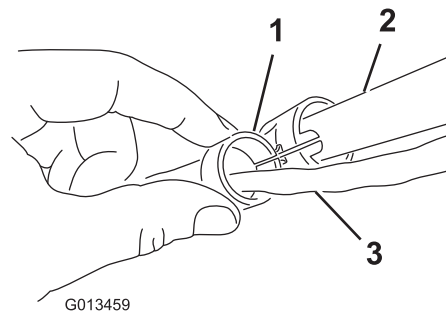

Figure 2
4. Fixez le guide du cordon d'alimentation au guidon (Figure 2).